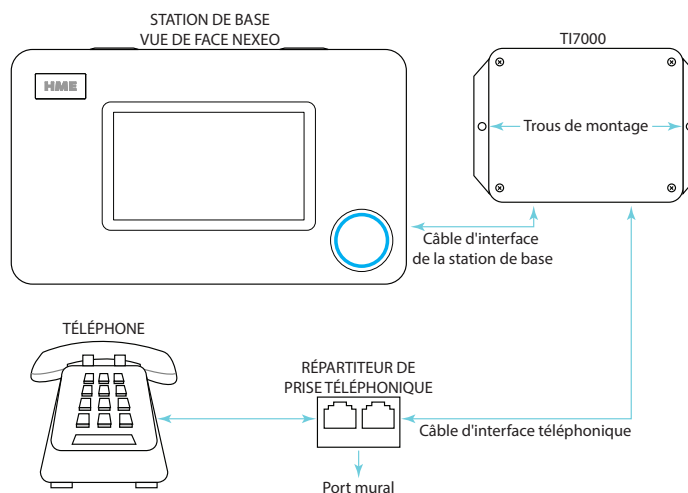

Fig. 12.1
1. Maintenez la TI7000 contre le mur et marquez le mur à travers les deux trous de montage situés à chaque extrémité de l'appareil (voir Fig. 12.1).
2. Branchez le téléphone dans l'un des deux ports du répartiteur de prise téléphonique, voir Fig 12.1.
3. Utilisez le câble d'interface téléphonique fourni, branchez-le dans l'autre port du répartiteur de prise téléphonique et connectez l'autre extrémité au port RJ11 de la TI7000. Voir les figures 12.1 et 12.2.